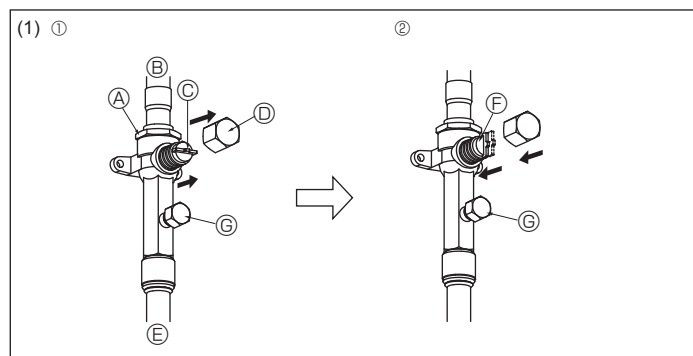

Fig. 4-12
- Переконайтеся, що запірні клапани ① та ② закриті, та не відкривайте їх.
- Збільште тиск у трубопроводі холодоагенту, використовуючи сервісний отвір ③ рідинного запірного клапана ① та рідинного запірного клапана ②.
- Якщо тиск знижується на етапі (2) або (3), є виток газу. Шукайте місце витоків газу.
- Газова сторона (Fig. 4-12)